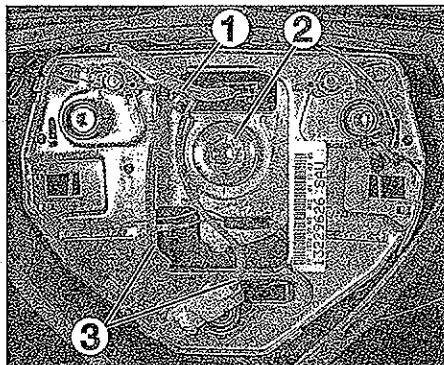

FIG. 3
- Desconectar y separar el cableado eléctrico de la bocina y de mando en el volante (1) (fig. 3).
- Desmontar el volante pasando los cableados de airbag (3).